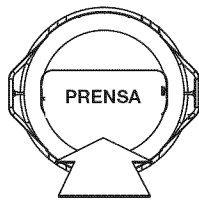

Fig. 21
- Vuelva a colocar la tapa de tope alineando las lengüetas de la tapa con los orificios de traba de lengüeta de la bobina exterior y presione firmemente hacia abajo hasta que ambas lengüetas caigan nuevamente en su lugar. (Fig. 21)